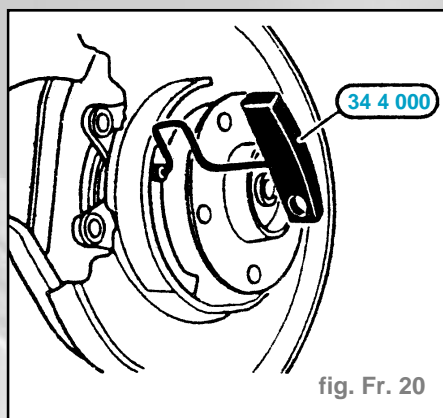

fig. Fr. 20
- Faire pivoter les goupilles de **90°** avec l'outil **34 4 000** et les décrocher (fig. Fr. 20).